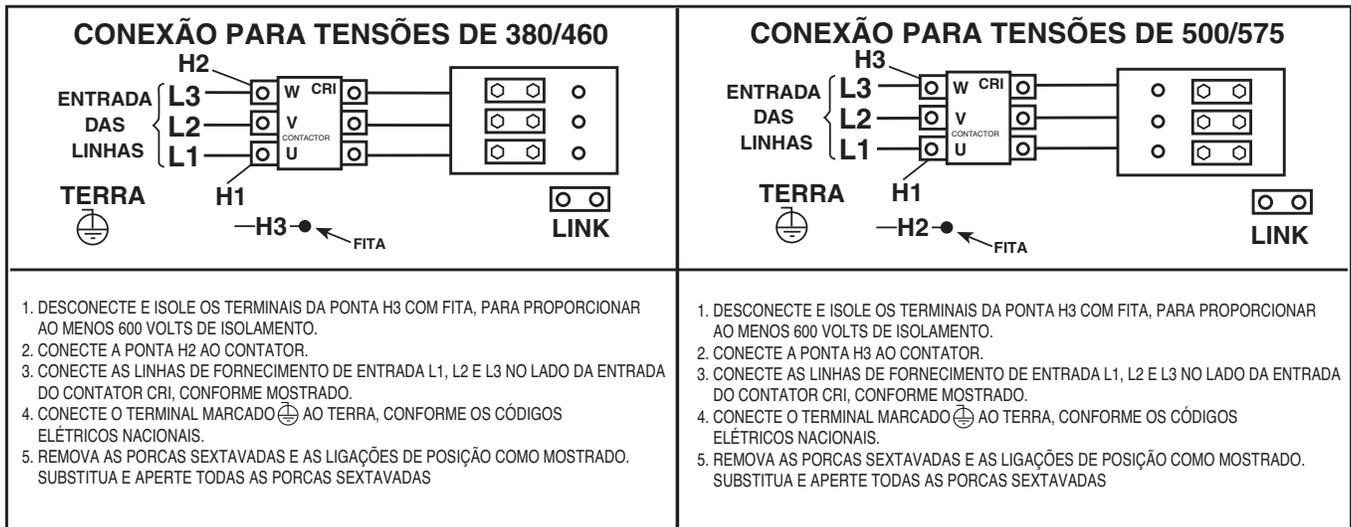

FIGURA A.6-Posições da placa do painel de reconexão para máquinas de 380/500, 460/575 VCA
3. Para 380/500-460/575, ver Figura A.6. (M15011)